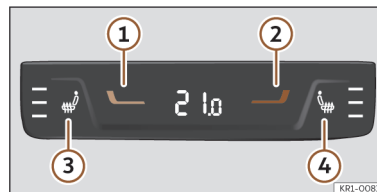

Fig. 103 Na parte traseira da consola central: comandos para os lugares traseiros.
- Pressione os botões ① e ② >>> Fig. 103 para ajustar a temperatura da zona posterior.
- Pressionando as teclas **3** e **4** dos comandos dos lugares traseiros situados na parte traseira da consola central >>> **Fig. 103.**